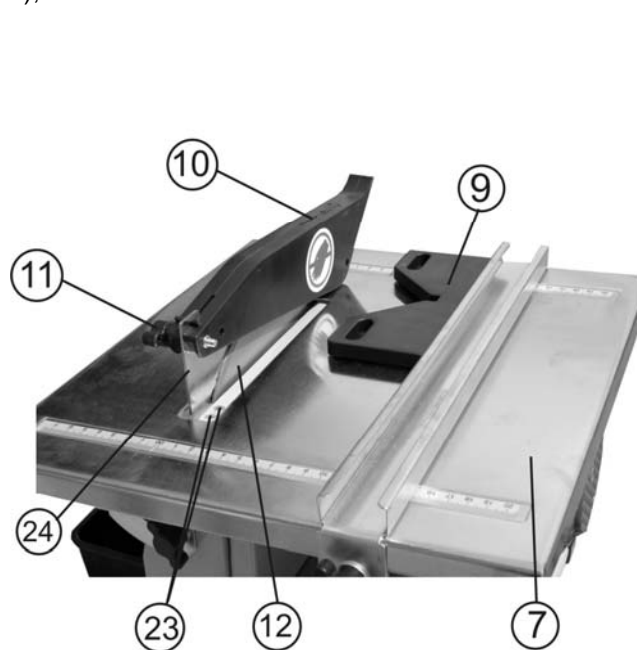

Рис. 5
- 9.6. На рабочем столе (7) установите и двумя винтами крепления (23) закрепите расклинователь (24), Рис.5.
9.7. На расклинователе (24) установите и винтом крепления (11) с гайкой закрепите верхний защитный кожух (10). При правильной установке защитный кожух (10) должен свободно перемещаться в вертикальном положении. В исходном положении защитный кожух (10) должен опираться на рабочий стол (7) и никогда не касаться отрезного диска (12), Рис.5.
12.2. Используйте отрезные диски, где толщина режущей части равна толщине расклинователя (24), Рис.5.